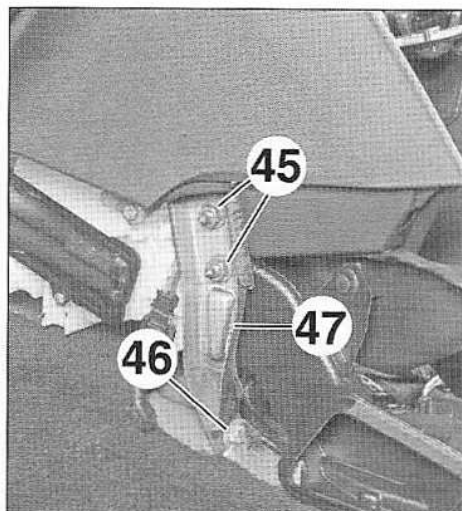

FIG.31
- Déposer (Fig.31) :
- les écrous (45),
- la vis (46),
- le renfort de planche de bord (47).